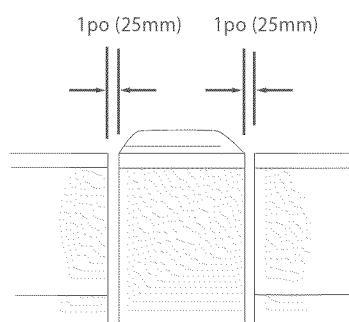

Fig.7 Espace de dégagement minimal
- 2 Placez la laveuse dans sa position finale. Nous suggérons un espace de dégagement minimal de 1po (25 mm) de chaque côté pour faciliter l'installation (Fig.7).